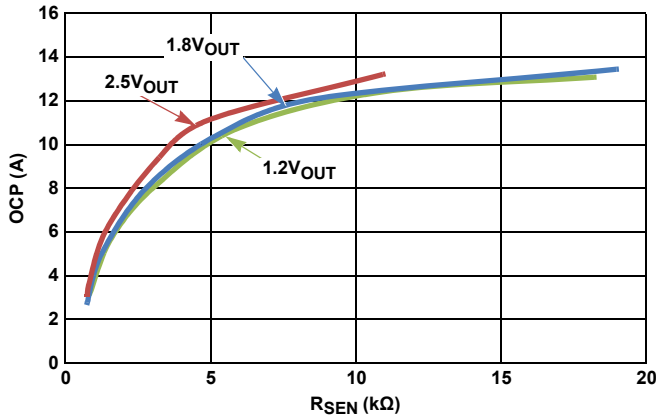

図 31. 5V_{IN}
2.2kΩ の内蔵 $R_{ISEN-IN}$ を使用すると、OCP レベルはデフォルト値に設定されます。OCP レベルを下げるには、外付けの $R_{ISEN-EX}$ を OCSET ピンと PHASE ピンの間に接続してください。図 31 ~ 33 に、外付け $R_{ISEN-EX}$ の値と ISL8200AM における出力電流 $I_{OUT(MAX)}$ の代表的な OCP レベルとの関係を示します。重要な点として、グラフに示された OCP レベルはインダクタ・リップル電流ではなく、平均出力電流であることを注意してください。